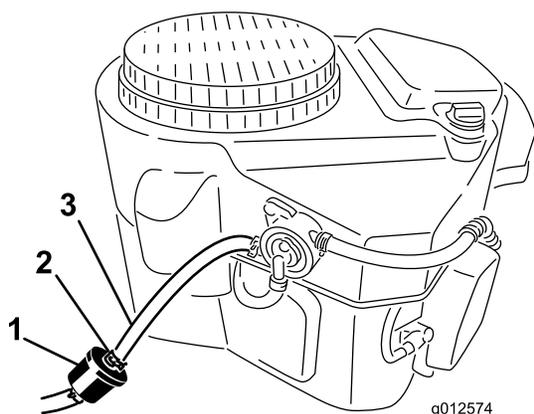

図 51
2. 燃料タンクにごみが入るのを防止するために、キャップ 図 51 の周囲をきれいに拭く。
4. 古いフィルタのクランプをゆるめて脇に寄せる(図 51)。